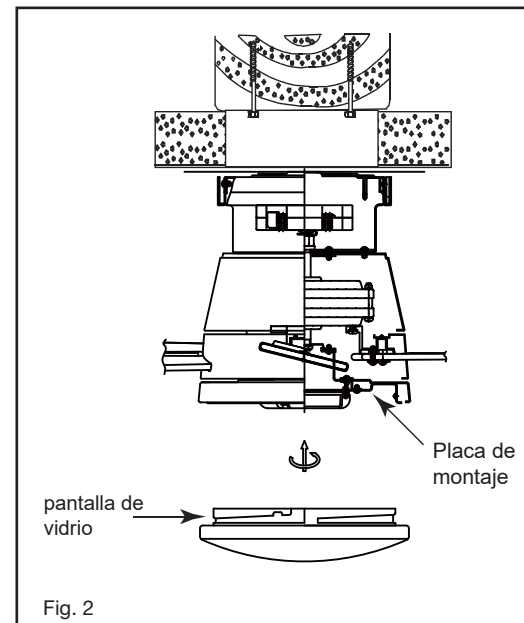

Fig. 2
- 2 Levante el anillo decorativo contra el soporte de montaje, los cuatro soportes dentro del anillo decorativo deben colocarse contra las cuatro ranuras del soporte de montaje, gire el anillo decorativo en sentido horario hasta que quede ajustado (Fig. 2).
- 2 Mientras sostiene el conjunto de LED debajo de su ventilador, realice las conexiones del enchufe polarizado: (Fig. 2)
- 7** Luz de señalización (Fig. 2)